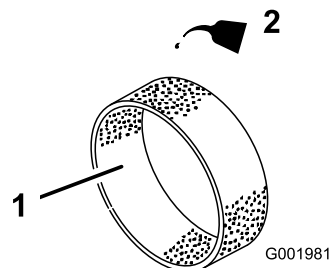

Figura 48
4. Coloque 30 ou 60 ml de óleo no filtro (Figura 48).